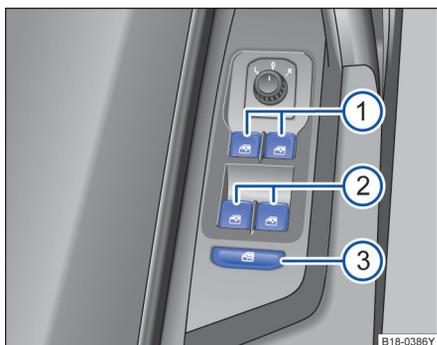

图 33 在驾驶员侧车门内：前部和后部车窗升降器的按钮。
⇒ 图 33 的图例：
安全按钮 ⇒ 图 33 ③ 停用后车门内的车窗升降器按钮。这时按钮中的黄色指示灯亮起。